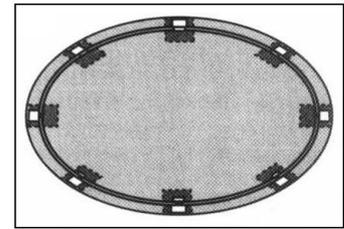

fig. 7
- b) Collocare provvisoriamente le guide inferiori curvate azzurre (PCA) e le placche base (T1) attorno al circolo (fig.7). Ogni placca base indicherà il posto di collocazione delle piastrelle. Fare una marca nel suolo, di fianco ad ognuna delle placche.